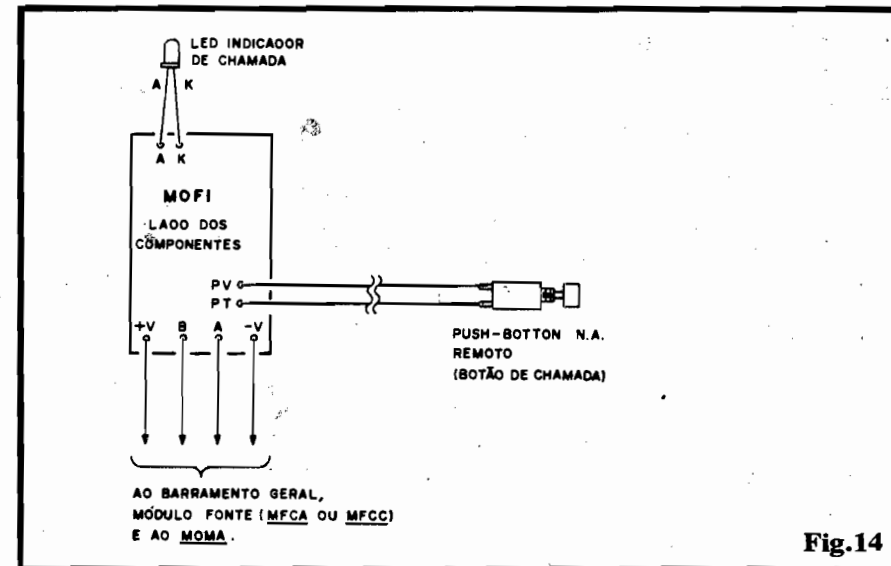

Fig.14
- FIG. 14 - CONEXÕES EXTERNAS DO MOFI - Conforme já foi dito, o **push-button** (que - no caso - está fisicamente "lá longe", instalado remotamente no ponto de chamada...) não tem polaridade em seus terminais... Já o LED deve ter suas "pernas" cuidadosamente identificadas antes de serem ligadas à placa. Notem que na maioria das acomodações finais, e dependendo muito do "jeitão" que se queria dar ao painel do QTC, o LED indicador deverá ser ligado à placa não diretamente, mas sim através de um par de fiozinhos finos... Em qualquer caso, **ATENÇÃO** à identificação dos fios/terminais.
Observem que, na fig. 14, as conexões ao botão de chamada remoto (**push-button** N.A.) são feitas com um par de fiozinhos, ou cabo paralelo isolado...). Entretanto, considerando que um dos dois "percursos" corresponde, elétrica-